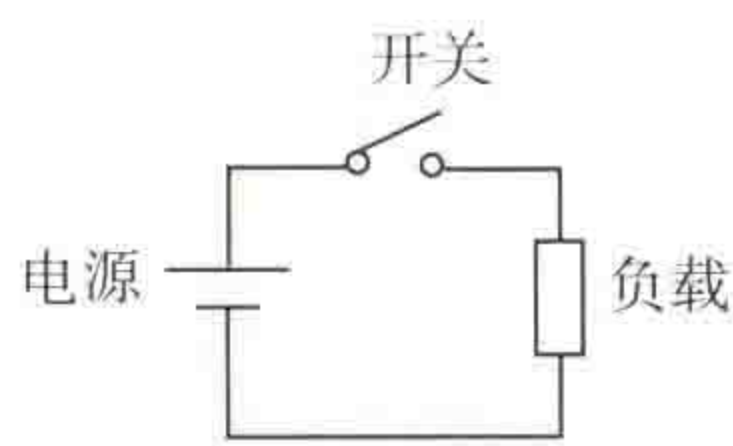

图1-10 开路
(2) **开路** 也称断路,有控制性开路和故障性开路两种。开路状态时电路中没有电流流过。控制性开路是根据需要,人为将开关断开,使电路切断;而故障性开路是由于插头断开、电线截断、保险丝烧断或其他原因致使电流不能从电源正极流向负载和负极的不完整的电路。图1-10所示为控制性开路,当开关断开时,电路中的电流为零。